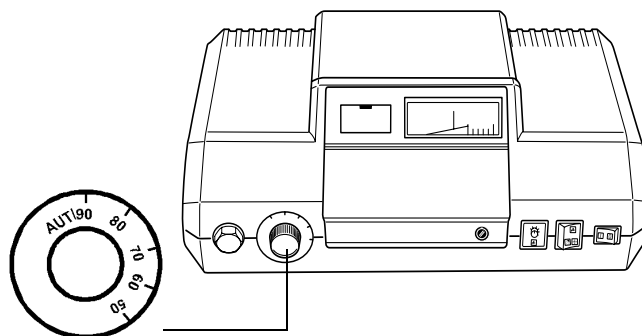

Fig. 1
- Retire o botão do regulador (fig. 1).